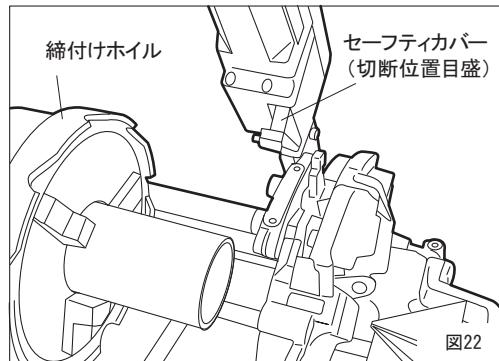

図22
- ②セーフティカバーの切断位置目盛を切断位置に合わせ、パイプマシンのスイッチをONにしてください。(図22)